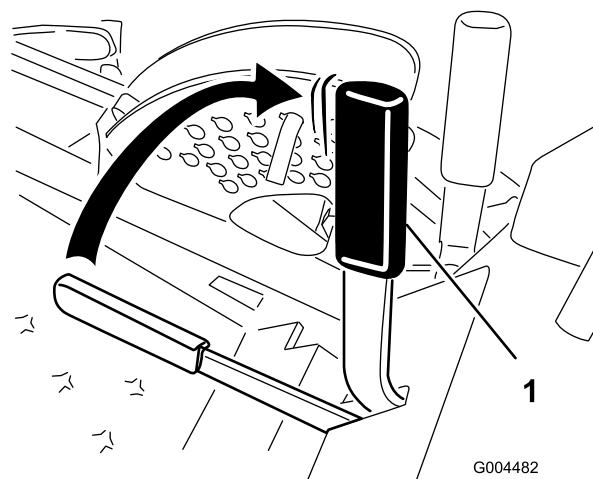

Figura 16
2. Tire de la palanca del freno de estacionamiento hacia arriba y hacia atrás para poner dicho freno (Figura 16). La palanca del freno de estacionamiento debe permanecer firmemente en esa posición.
Empuje hacia adelante y hacia abajo la palanca del freno de estacionamiento para quitar dicho freno (Figura 16).